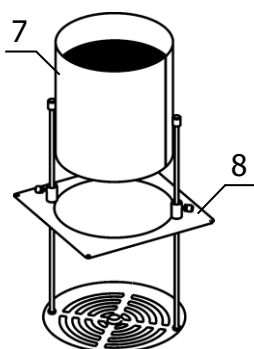

Рисунок 2 — Установка стакана в корзину
1.4.5 Термостатирование образцов без соприкосновения с теплоносителем происходит в стакане 7 (рисунок 2), установленном в корзину 8, которая размещается во внутренней ванне термостата.